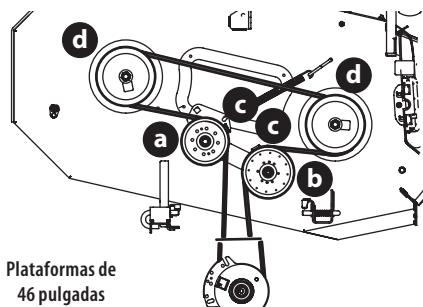
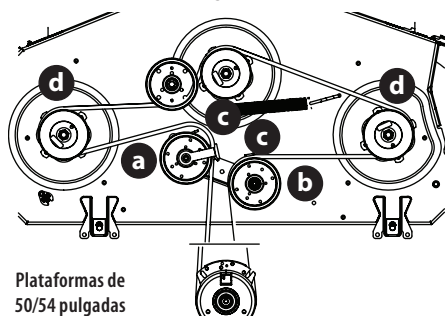
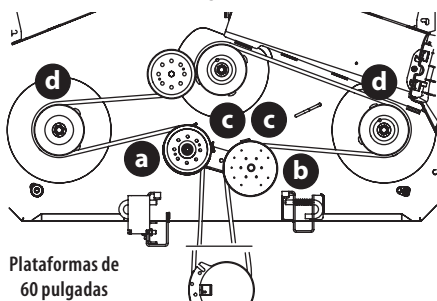

Fig. 43
Fig. 44
Fig. 45
2. Afloje, pero no quite los accesorios a la derecha (a) y a la izquierda de la polea loca (b). Consulte esta página 65 para plataformas de 42 pulgadas (Fig. 42), y página 66 para plataformas de 46 pulgadas (Fig. 43), plataformas de 50 y 54 pulgadas (Fig. 44) y plataformas de 60 pulgadas (Fig. 45).